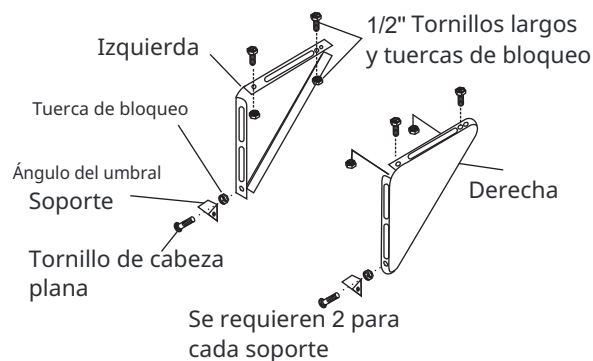

Fig.15B
2. Ensamble el soporte de ángulo de alféizar a los soportes de montaje en la posición marcada (Fig.15B). Apriete a mano, pero permita cambios posteriores.